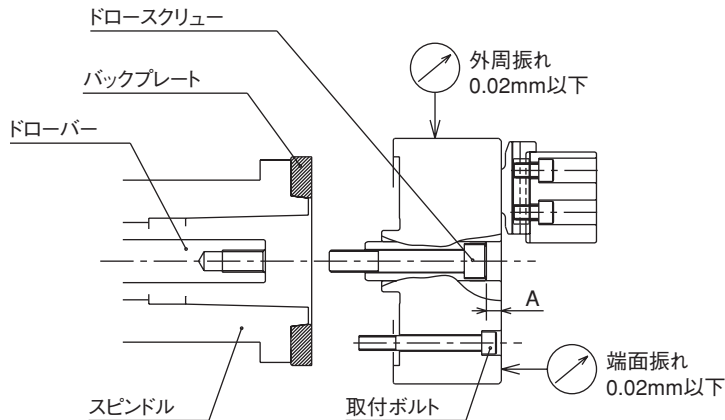

図 21
- ・プランジャの位置が図 21 の寸法 A 以内であることを確認します。